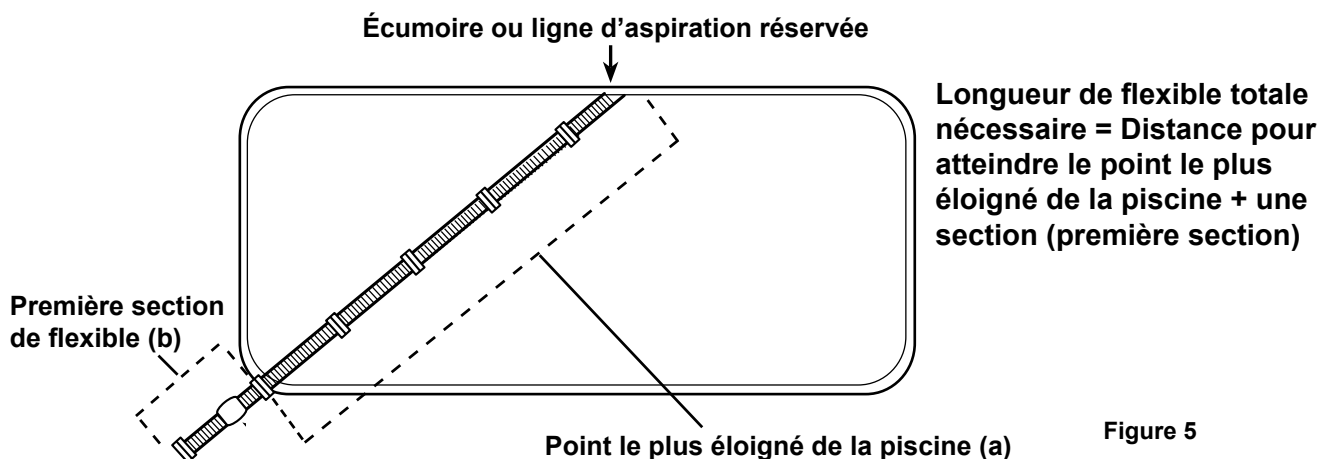

Figure 5
1. Mesurer une longueur de tuyau suffisante pour atteindre le point dans la piscine le plus éloigné de l'écumoire ou de la ligne d'aspiration réservée. Retirer des sections supplémentaires, au besoin (voir (a), Figure 5).
2. Après avoir déterminé la longueur de la piscine, raccorder la première section de flexible à l'extrémité où la tête de l'aspirateur sera raccordée. Voir (b), Figure 5.